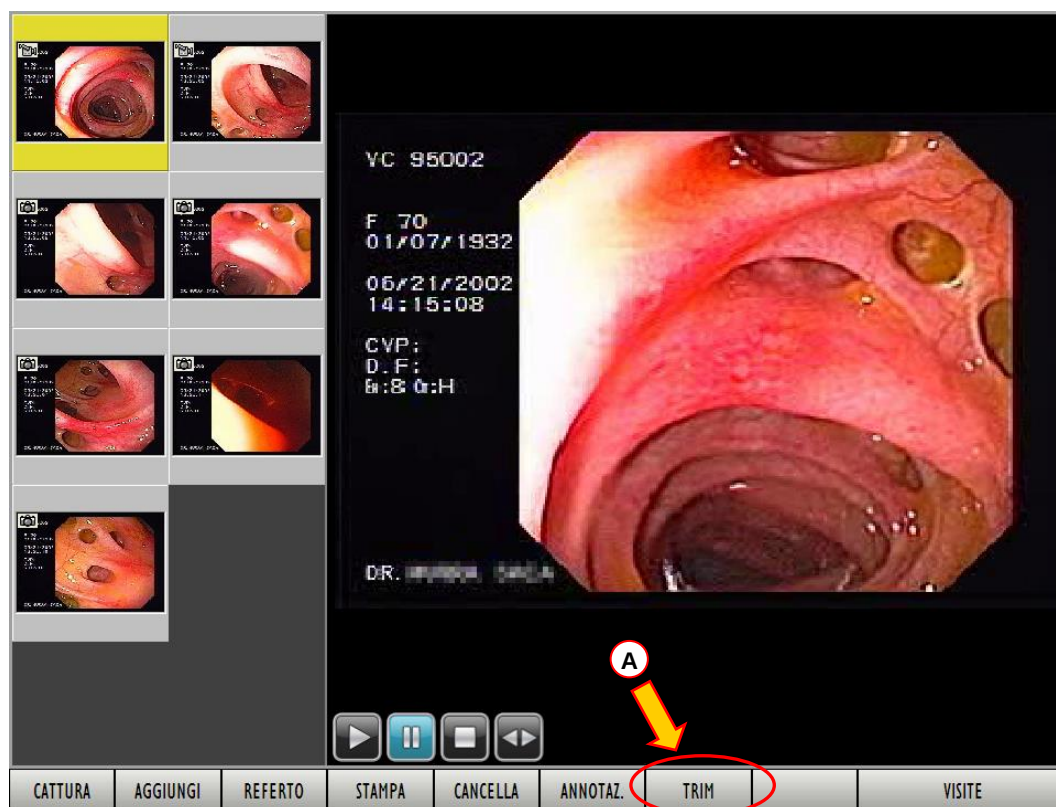

Fig 106 - Filmato selezionato
- portarsi sulla schermata “Dettaglio visita” contenente il filmato che si desidera “editare” (Fig 106).
- Cliccare il pulsante  sulla barra comandi (Fig 106 A).
Il pulsante  svolge una funzione di tipo diverso: questo pulsante permette di salvare il fotogramma corrente come immagine a sé stante. Cliccandolo si crea una nuova immagine che va ad aggiungersi a quelle della visita visualizzate sulla schermata "Dettaglio visita" (Fig 106).
La porzione di filmato diventerà così un filmato a sé, indipendente. Una nuova icona corrispondente al nuovo filmato apparirà sulla schermata “Dettaglio Visita” (Fig 106) e sarà aggiunta all’insieme di immagini e filmati della visita.